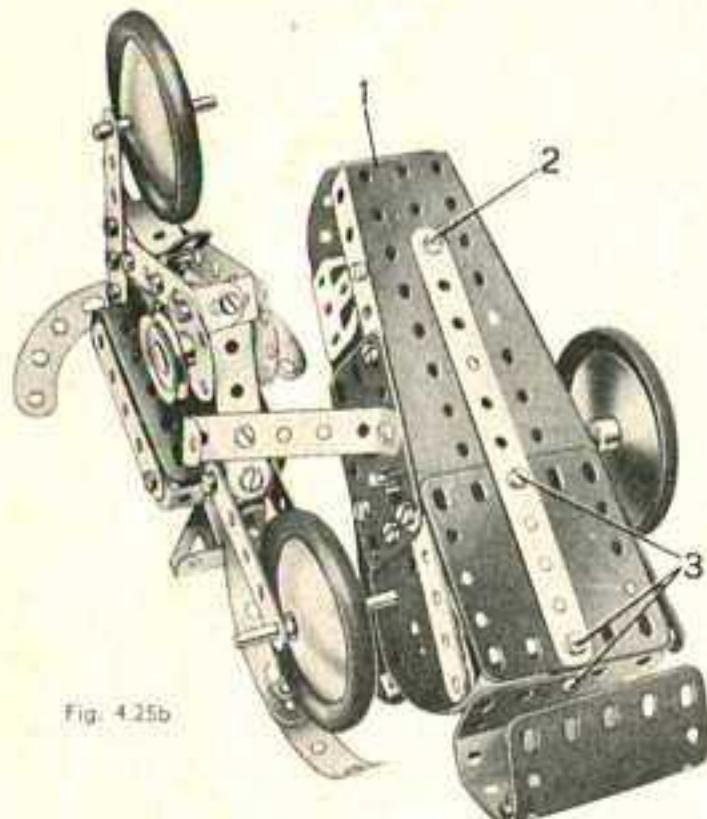

Fig. 4.25b
Le réservoir à essence est figuré par une plaque flexible de 14×4 cm. pliée en U et fixée à une bande coulée de 38×12 mm. par des équerres. Une bande de 5 trous est fixée du rebord de la bande coulée et le tout est boulonné sur la bande (4). L'embase triangulée coulée qui représente la selle est aussi reliée à la bande (4) par une équerre renversée. La bande (4) porte à son extrémité avant un support double auquel sont boulonnées deux bandes de 5 trous. Ces deux bandes sont munies de disques et réunies par un support double formé de deux équerres (fig. 4.25b).